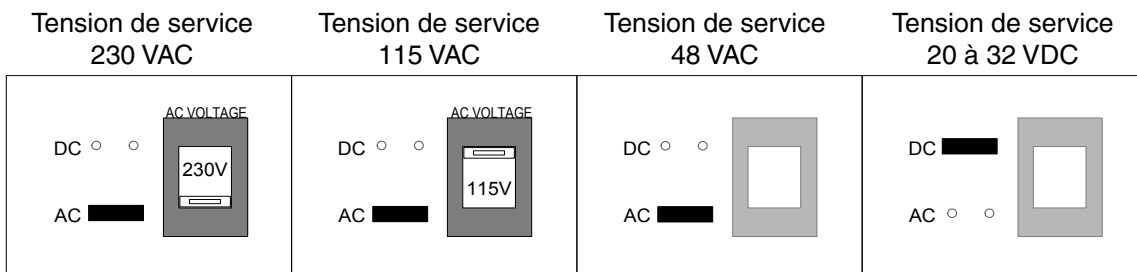

Figure 2-4 Configuration du cavalier et du commutateur
1. En fonction de l'alimentation choisie, le cavalier doit être placé sur le mode (voir *figure 2-4*) :
2. Lorsque le mode 'AC' est choisi, le commutateur doit être positionné sur (voir *figure 2-4*) :